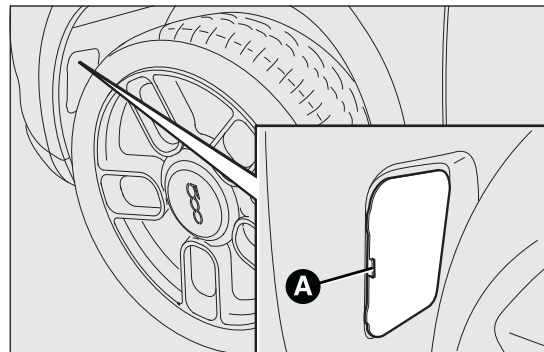

fig. 131
- agir sur la languette A fig. 131 et retirer le volet B monté par pression ;